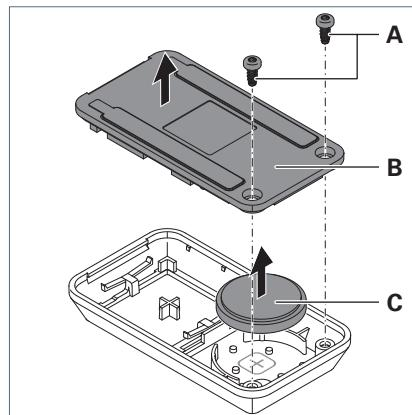

Fig. 35: Remplacement de la batterie.
- ▶ Dévissez les vis **A** de la paroi arrière **B** de l'élément de commande, voir Fig. 35.